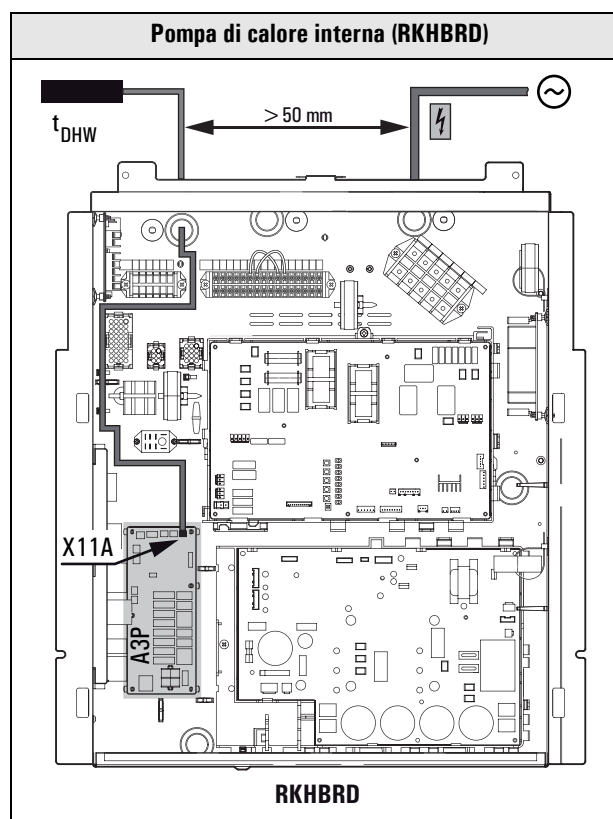

Figura 4-25 Collegamento della sonda termica del bollitore (t_{DHW}) alla pompa di calore interna (RKHBRD*)
- Posare il cavo della **sonda termica del bollitore** nella centralina della **pompa di calore interna (RKHBRD*)**, dove va connesso al collegamento "**X11A**" (Figura 4-25).